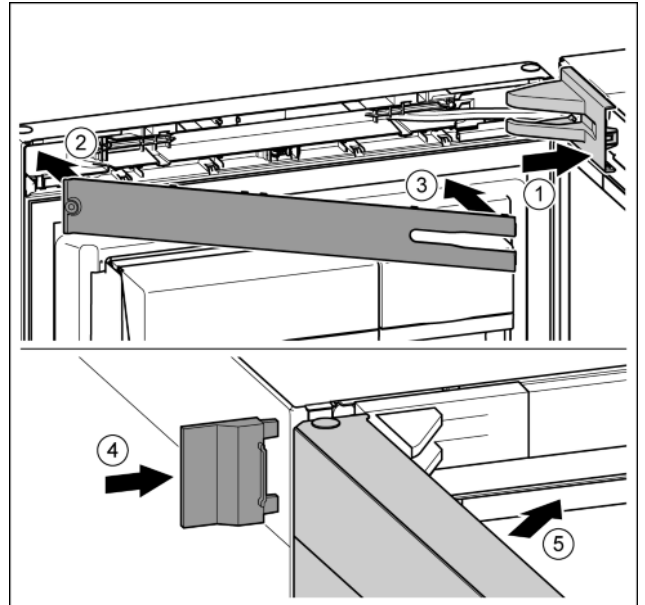

Fig. 21
- ▶ Встановіть та зафіксуйте кришку опорного кронштейна, у разі необхідності — обережно розтисніть. Fig. 21 (1)
- ▶ Встановіть накладку. Fig. 21 (2)
- ▶ Поверніть і зафіксуйте накладку. Fig. 21 (3)
- ▶ Насуньте зовнішню кришку. Fig. 21 (4)
- ▶ Закрийте верхні дверцята. Fig. 21 (5)